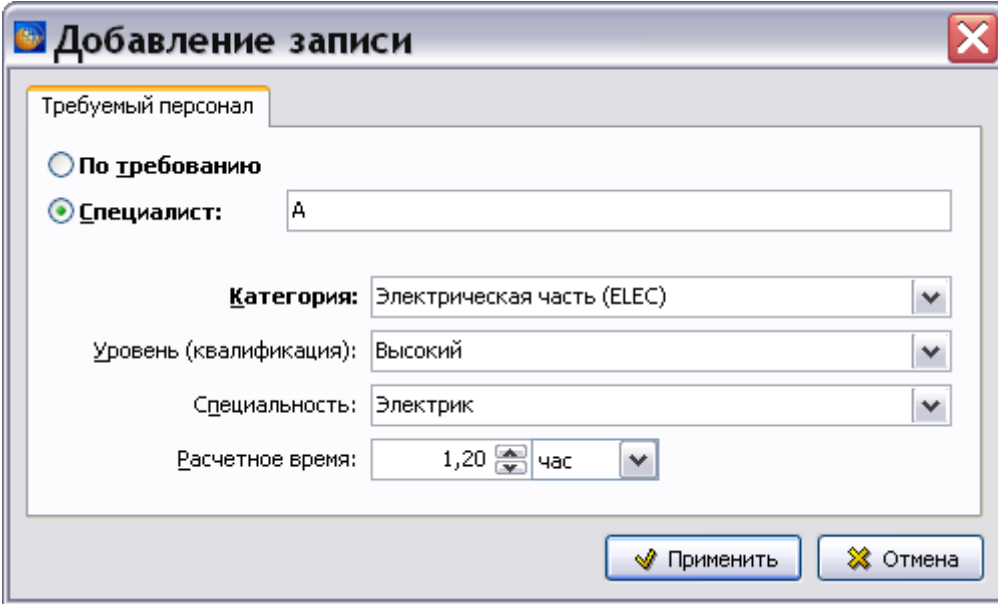

Рис. 7.40
6. Выберите уровень (квалификацию) специалиста, специальность и расчетное время выполнения им задачи из предлагаемых списков (Рис. 7.40). Данные поля являются необязательными для заполнения. Параметры **Уровень (квалификация) специалиста** и **специальность** выбираются из справочников, которые можно обновлять и редактировать так же, как справочник категорий.